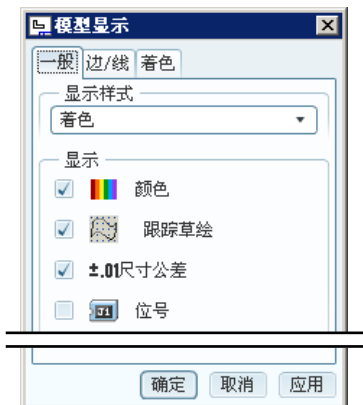

图 5.5.12 “模型显示”对话框
- 在某些不同设置的 Pro/ENGINEER 系统中, 可能在手动创建完尺寸后, 系统并没有显示带有公差的尺寸, 所以如果遇上这样的情况, 可以选择下拉菜单    命令, 在弹出图 5.5.12 所示 “模型显示” 对话框的 **显示** 区域中选中 ☒ **±.01 尺寸公差** 复选框, 如果有必要请单击工具栏中的重画按钮  来刷新屏幕。